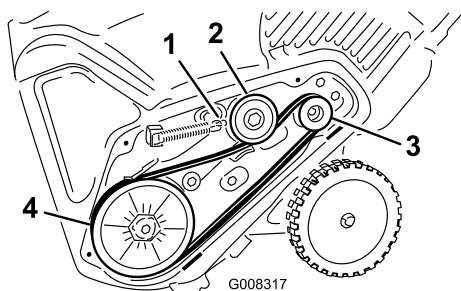

Figura30
- Montai noua curea de transmisie, fixând-o după cum se indică în Figura30.
- Montai arcul frânei pe braul rolei de ghidare (Figura30).